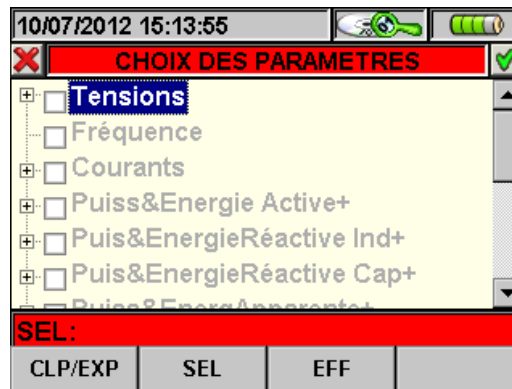

Fig. 140 : Sélection Paramètres
1. Appuyer sur **F1** (ou **PARAM** à l'écran) pour accéder à la page des paramètres sélectionnables (Fig. 140).
- La touche **F1** (ou **PARAM** à l'écran) pour accéder à la page des paramètres sélectionnables (Fig. 140).